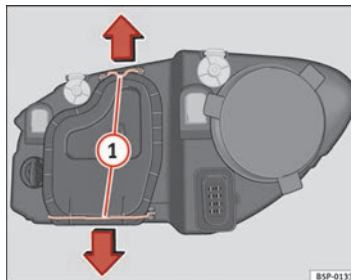

Fig. 180 Luz de cruce
- Desplace los tirantes ⇒ fig. 180 1 en el sentido de la flecha y saque la tapa.